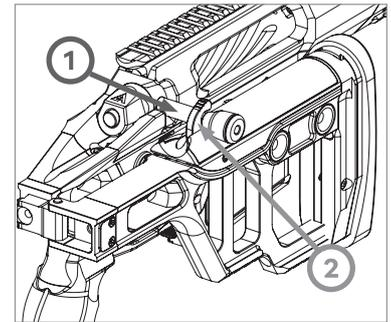

РИС.57
- ▲ Когда приклад полностью сложен, опустите рукоятку затвора (поз.1, РИС.57) вниз до касания со щекой.
- ▲ Для фиксации приклада в сложенном состоянии, застегните крючок (поз.2, РИС.57) на рукоятке затвора.
Приклад сложен и зафиксирован! (РИС.57).